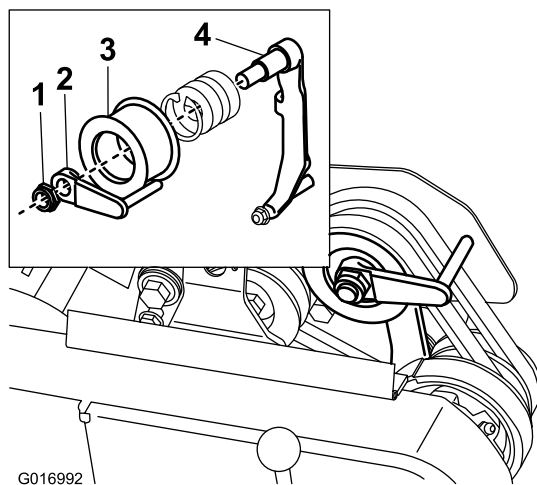

Figura 40
8. Per spingere o tirare la macchina più agevolmente senza avviare il motore, regolate il guidacinghia (Figura 40, inserto) come segue.